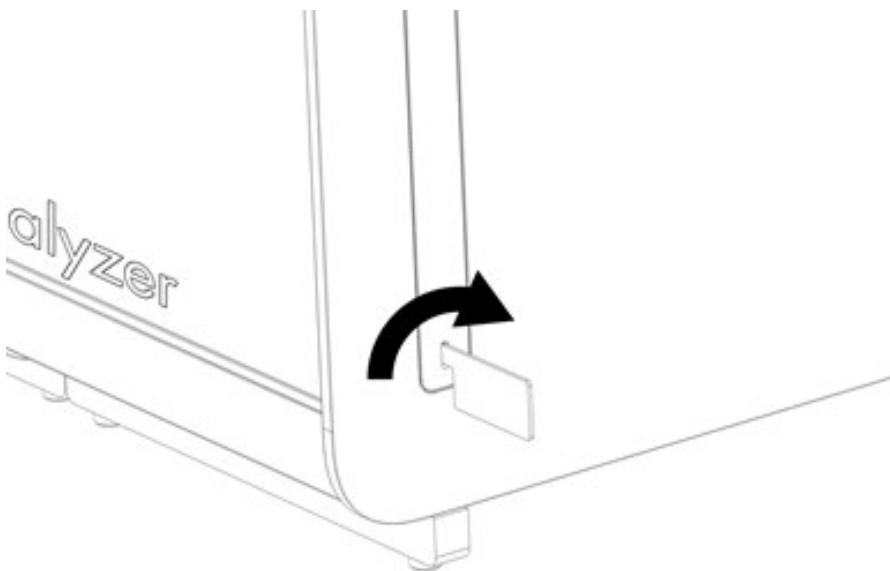

Figure 15. Retrait des couvercles de protection.
- Retirez les couvercles de protection du côté du module analytique à l'aide de l'outil de retrait du couvercle de protection fourni avec le QIAstat-Dx Analyzer 2.0 (figure 15).